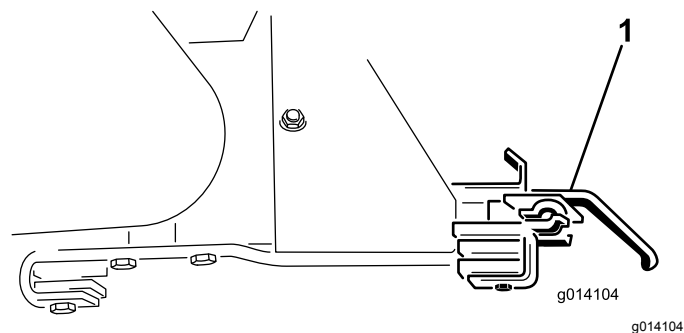

Figura 53
18. Rimuovete le due staffe di attacco dell'accessorio (Figura 53).